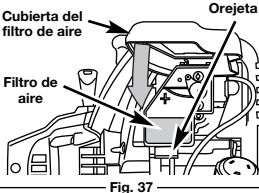

Fig. 37
- Gire la tapa hacia abajo hasta que la lengüeta de la placa posterior del filtro de aire se enganche en la ranura de la tapa del filtro de aire (Fig. 37).